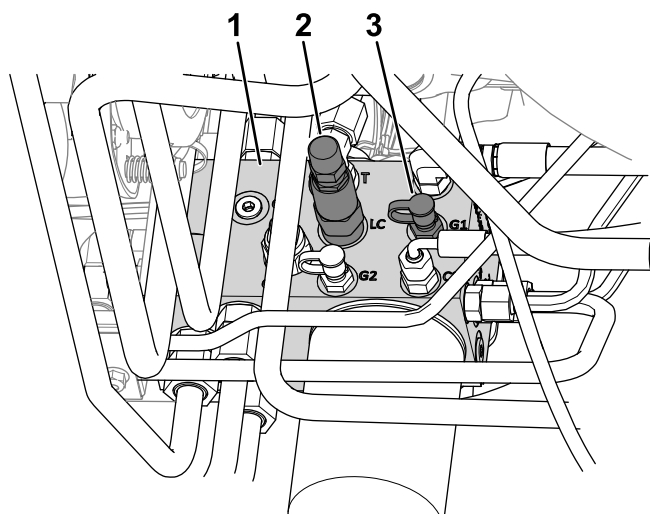

Рисунок 22
4. Подсоедините манометр к контрольному отверстию (с маркировкой G1; см. Рисунок 22).
2. Золотник переноса массы (LC)
5. В боковой части гидравлического коллектора подъема снимите крышку с контрольного отверстия (с маркировкой G1; см. Рисунок 22).
6. Ослабьте контргайку на конце золотника переноса массы (с маркировкой LC; см. Рисунок 22).